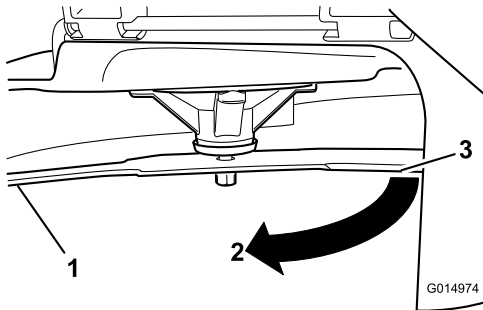

Figure 64
3. Seconde distance mesurée entre la lame et la surface (B)
4. Tournez la même lame de 180 degrés pour amener l'autre tranchant à la même position (Figure 64).